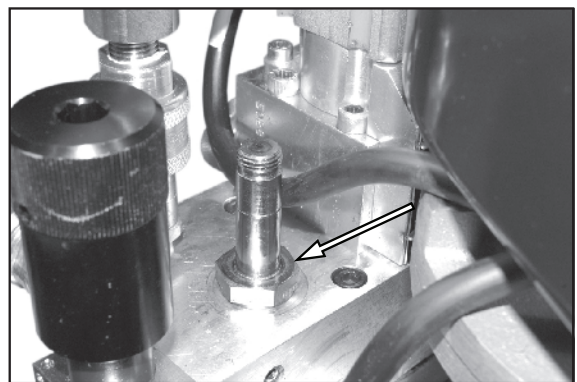

Figura 40.
2. Veja a Figura 40. Remova a válvula de cartucho de 2 vias.